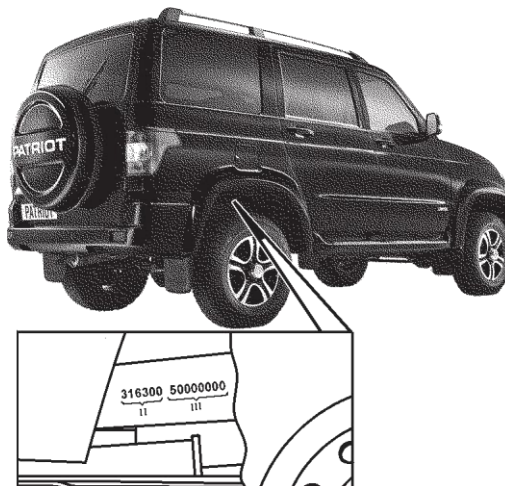

Fig. 1.3. Ubicación del número de identificación del chasis
**El número de identificación del chasis** se estampa en el larguero del bastidor derecho, en la parte trasera (fig. 1.3).